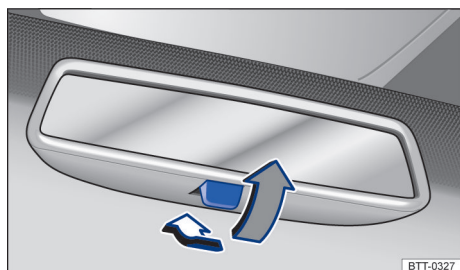

Fig. 108 No para-brisa: espelho retrovisor interno com antiofuscante manual.
- Para evitar o ofuscamento, puxar a alavanca para trás → Fig. 108.